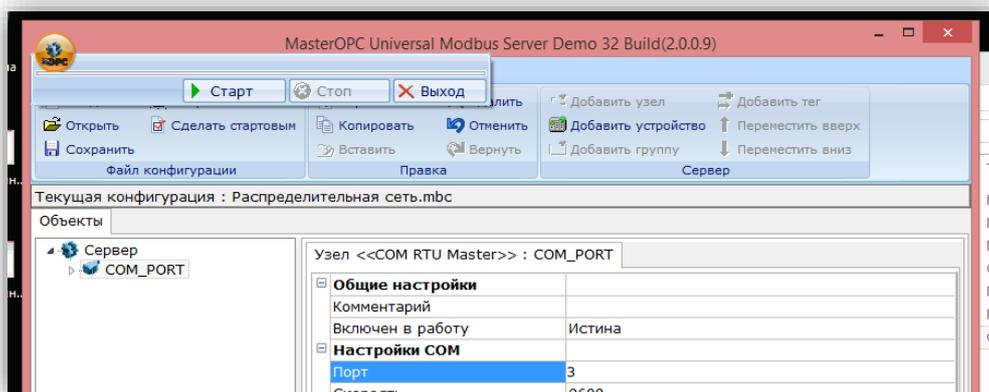

Рис. 3
8. На экране компьютера нажмите кнопку «ОПС» в верхнем левом углу окна, затем «Старт» (Рис. 3).